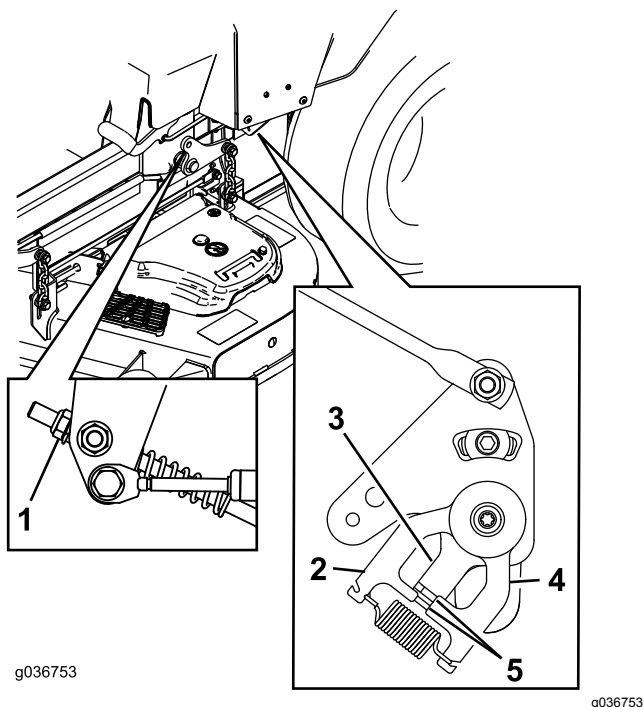

Рисунок 70
11. Отрегулируйте длины штоков управления насосами, повернув гайки в соответствующих направлениях так, чтобы колеса немного медленно вращались в обратном направлении (Рисунок 70).